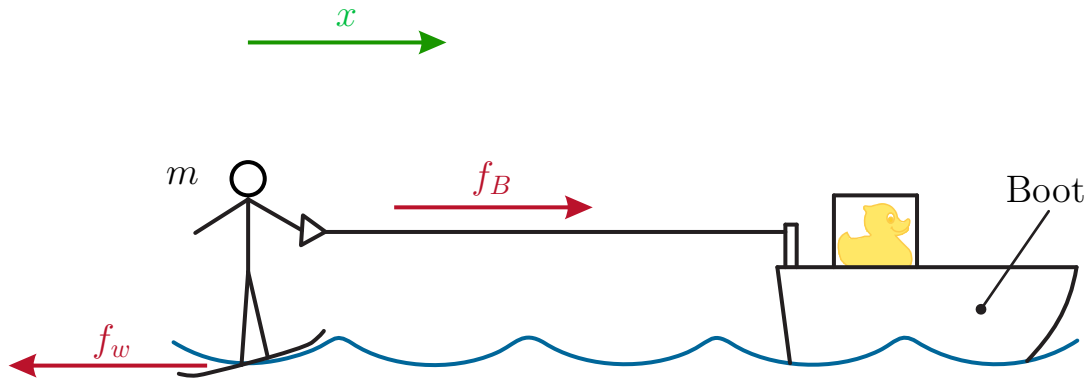

Abbildung 9: Wasserskifahrer.
3. Nachfolgend wird der Wasserskifahrer aus Abbildung 9 betrachtet. Dieser wird durch ein Boot mit der Seilkraft $f_B(t)$ durch das Wasser gezogen. Dabei erfährt er die Widerstandskraft $f_w(t) = \mu_v v(t)$ mit der Konstante $\mu_v > 0$ sowie der Geschwindigkeit $v(t) = \dot{x}(t)$. Zum Zeitpunkt $t = 0$ soll im Weiteren $x(0) = 0$, $\dot{x}(0) = 0$ gelten. Der Wasserskifahrer kann in allen Unterpunkten als Punktmasse betrachtet werden.